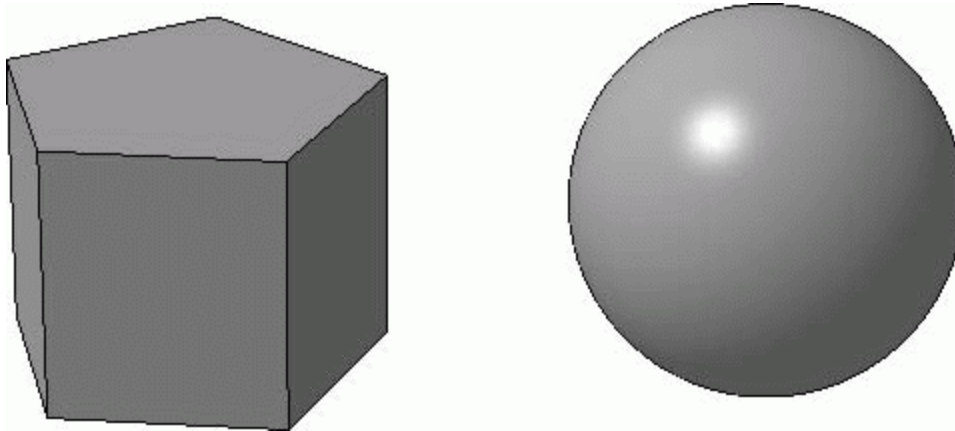

Рисунок 1 — Тверді тіла: призма (складається з семи граней) та куля (з однієї грані)
**Твердое тело** — ділянка тривимірного простору, що складається з однорідного матеріалу і обмежена замкнутою поверхнею, яка сформована з однієї або декількох зістиківаних граней. Будь-яке тверде тіло складається з базових тривимірних елементів: граней, ребер і вершин (рисунок 1).